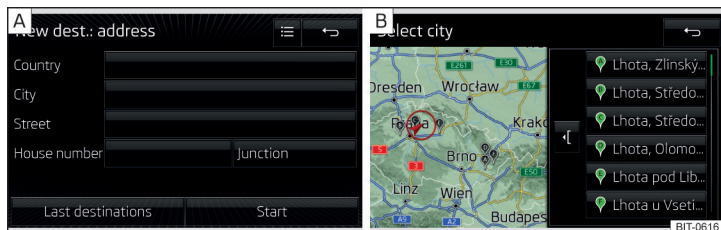

Fig. 228 Introducir destino a través de la dirección: Menú principal / Lista de los lugares seleccionados
- Si no se visualiza el menú para la introducción del destino a través de la dirección » fig. 228 - , entonces pulsar la superficie funcional → **Dirección**.
Existe la posibilidad que se visualice automáticamente un mapa con una lista de los lugares con el mismo nombre durante la introducción de un nombre del lugar » fig. 228 - .